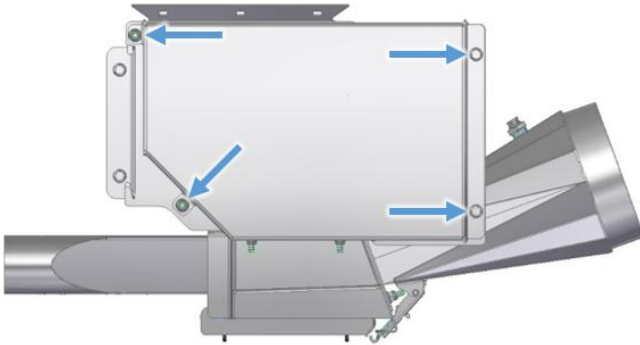

Abbildung 31
- Die 2 Muttern und 2 Schrauben an der Antriebsabdeckung werden geöffnet und die Abdeckung abgenommen (siehe Abbildung 31).
- Die 2 Muttern und 2 Schrauben an der Antriebsabdeckung öffnen und die Abdeckung abnehmen (siehe Abbildung 31).